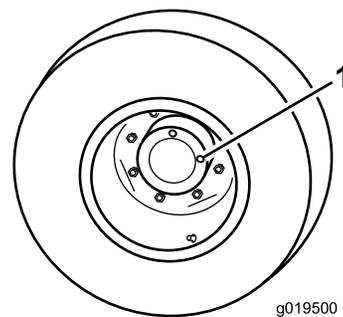

Figura 71
1. Posizionate la macchina su terreno pianeggiante e la ruota in modo che un tappo di controllo (Figura 71) si trovi a ore 12 e l'altro a ore 3.
1. Tappo di controllo/spurgo (2)
2. Rimuovete il tappo a ore 3 (Figura 71).